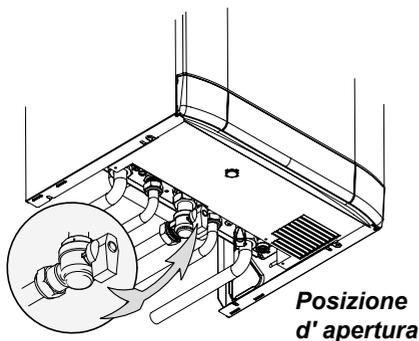

Figura 2.1
- Aprire il rubinetto gas della caldaia (Figura 2.1), ed eventuali rubinetti di intercettazione presenti nell' impianto.